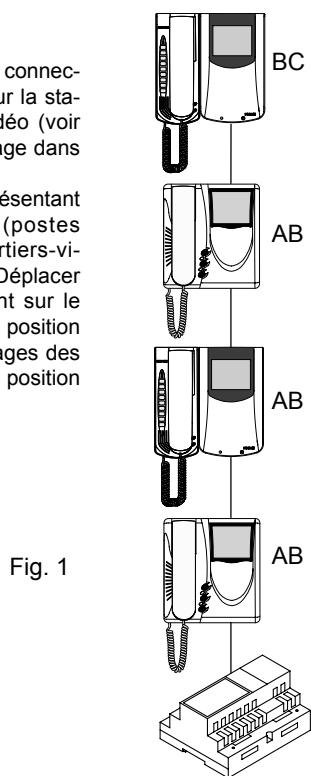

Fig. 1
sur les installations présentant plusieurs appareils (postes d'appartement ou portiers-vidéo) reliés en série. Déplacer le pontage uniquement sur le dernier appareil sur la position BC et laisser les pontages des autres appareils sur la position initiale (AB) (Fig. 1).